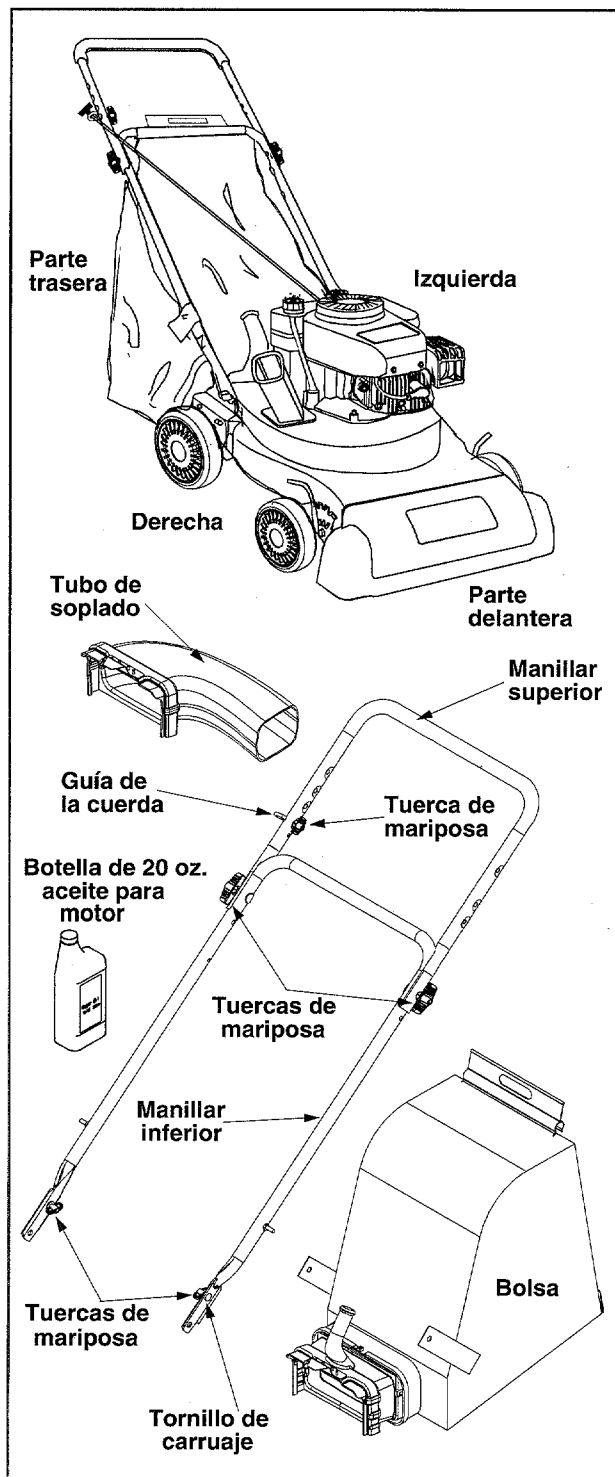

Figura 1
NOTA: Para determinar los lados derecho e izquierdo de la aspiradora para jardines, situarse detrás de la máquina, en posición de manejarla. Ver la figura 1.
La aspiradora para jardines fue armada en la fábrica, con la excepción del manillar, recolector y tubo de soplado. Estos componentes se envían sueltos en la caja de cartón. En la caja también se incluyen anteojos de seguridad y una botella de 20 onzas de aceite para motor. Ver la figura 1.
Ver la figura 1
- Plegar el manillar superior hasta que quede alineado con el manillar inferior. Ver la figura 1.